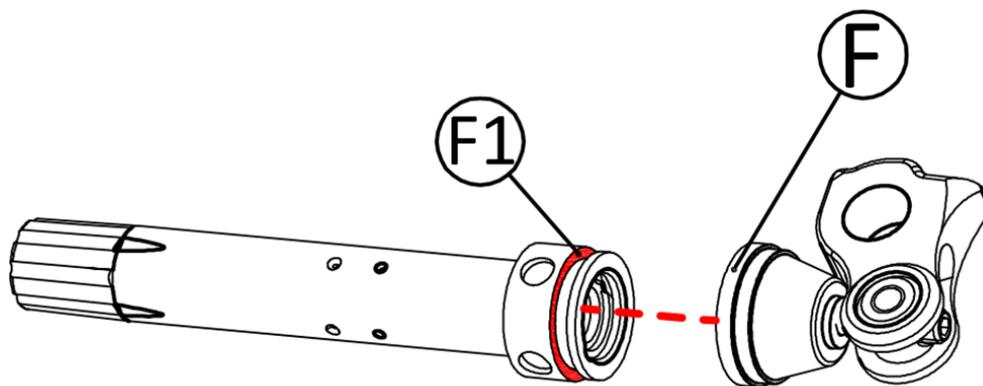

Figura 20: Posizionamento corretto gommino parapolvere
- 7) Calzare il gommino parapolvere **F** sul labbro della nuova cartuccia, facendo attenzione che il gommino entri nell'apposita sede **F1** nella cartuccia, e che lo spingipistone sia interamente all'interno della cartuccia (**Figura 20**)